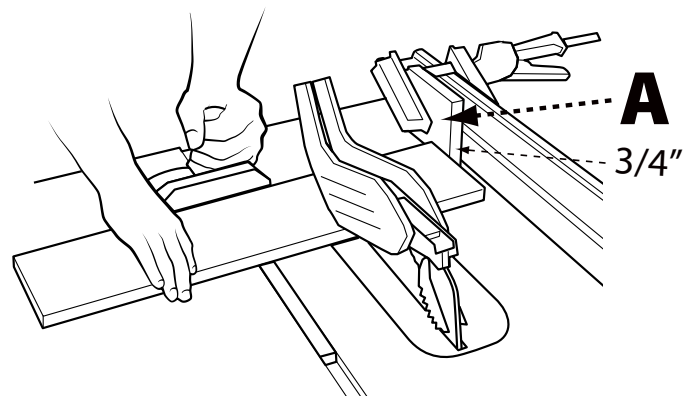

FIGURE 36
Lorsque vous coupez transversalement un certain nombre de pièces à la même longueur, vous pouvez serrer un bloc de bois (A) (voir Figure 36) au guide et l'utiliser comme une jauge de coupe. Le bloc (A) doit faire au moins  $\frac{3}{4}$  pouce (19 mm) d'épaisseur pour empêcher le coincement de la pièce coupée entre la lame et le guide. Une fois que la longueur de coupe est déterminée, verrouillez le guide et utilisez le guide à onglets pour faire avancer la pièce dans la lame.